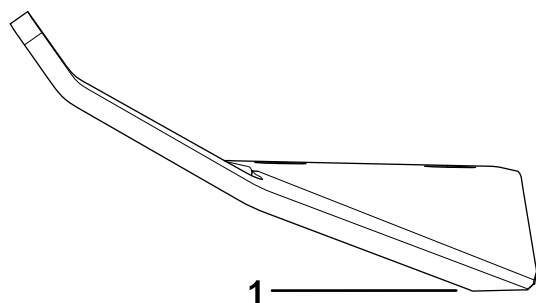

Bild 108
- Schärfen Sie die Schnittkante an beiden Enden des Messers mit einer Feile oder einem Werkzeug zum Schärfen (Bild 108).
Hinweis: Wenn das Messer nicht ausgewuchtet ist, feilen Sie etwas Metall vom schweren Ende des Messers im Flügelbereich ab (Bild 108).